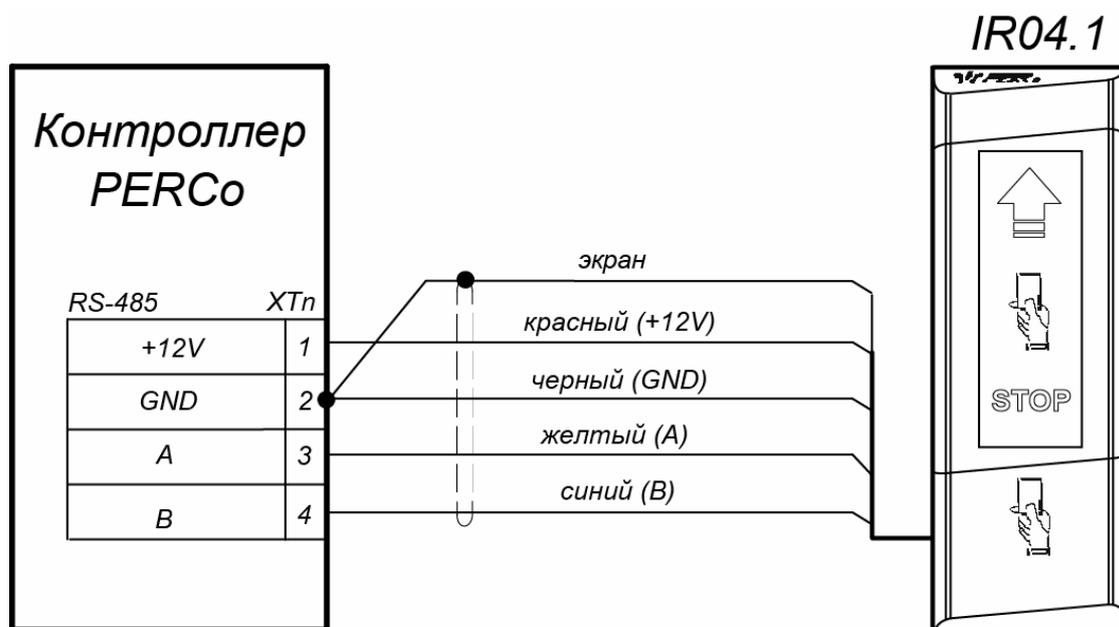

Рисунок 5. Схема подключения считывателя к контроллеру PERCo с использованием интерфейса RS-485
7. Проложите кабель, закрепите его и подключите к контроллеру **PERCo** (схему подключения смотри на рис. 5 и в руководстве по эксплуатации на соответствующий контроллер). Удлинение соединительного кабеля считывателя производится в соответствии с требованиями разд. 6.2, при этом сигнальные линии А и В интерфейса **RS-485** должны идти в одной витой паре (по симметричному каналу).